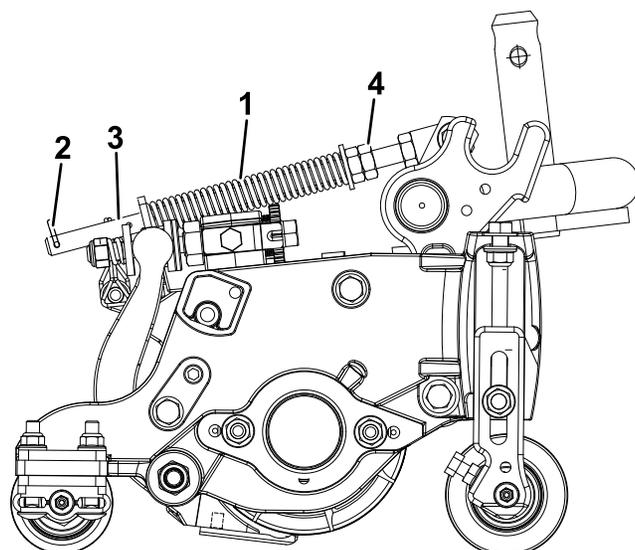

Figura 14
La molla di compensazione del manto erboso (Figura 14) trasferisce il peso dal cilindro anteriore al cilindro posteriore, per contribuire a ridurre l'ondulazione del manto erboso, detta anche fluttuazione o bobbing.
1. Verificate che la coppiglia sia montata nel foro posteriore dell'asta della molla (Figura 14).